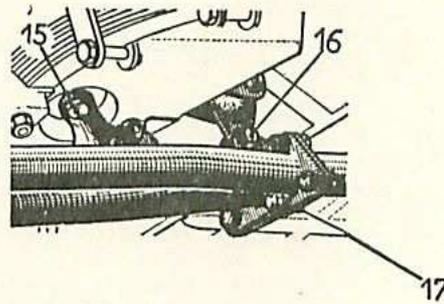

Fig. 57. — Fixation du tuyau d'échappement sur bloc élastique arrière.
- Déposer les goupilles (2), droite et gauche, les écrous (3) et les axes (14) du ressort inférieur. S'aider d'un cric, si nécessaire, en soulageant le ressort inférieur pour dégager les axes (14) des mains inférieures des pivots.
- Déposer les deux écrous (11) et rondelles (10), fixant le bras du support de proue sur les goujons (4) du ressort.
- Déposer les quatre vis (12) et rondelles grower (13), fixant le support de proue de chaque côté de la traverse avant.
- Déposer la vis (15) et la rondelle de fixation du groupe sur son support ainsi que la vis fixant l'échappement sur le bloc élastique arrière (16) (fig. 57).
- Déposer les trois vis (17) de fixation du tube central (bride triangulaire).
- Dévisser au maximum les écrous (6) des brides de ressort (5) sur les goujons (4), sans les démonter : déposer les deux vis (8) et rondelles (7) de fixation du ressort sous la traverse avant.
- Orienter les deux brides de ressort (5) vers l'avant, puis dégager le ressort inférieur par le côté de la voiture en le mettant sur champ.